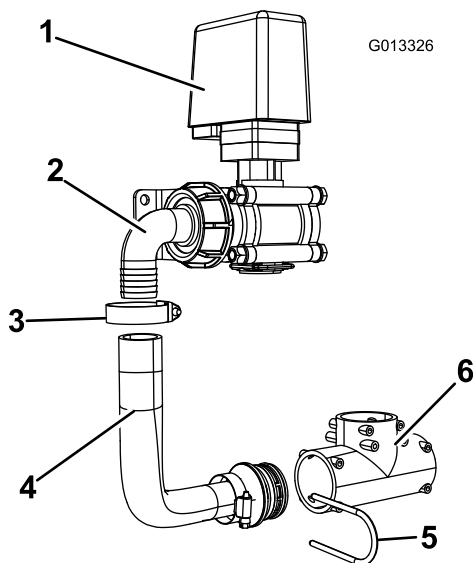

Figure 15
2. Desserrez le collier qui fixe le flexible d'agitation au raccord à 90 degrés sur la vanne d'agitation et déposez le flexible. Retirez l'étrier qui fixe l'autre extrémité du flexible au raccord en T. Mettez le flexible d'agitation au rebut. Conservez le collier de flexible et l'étrier de fixation (Figure 15).